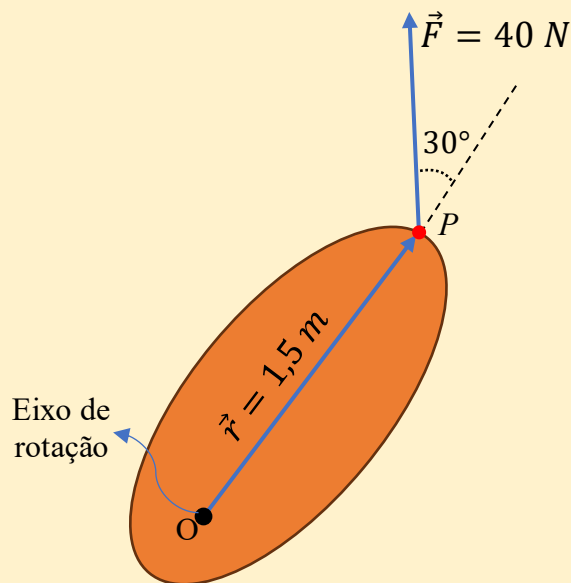

Figura 5.03: Exercício Resolvido 5.02.
5.02 – A **Figura 5.03** a seguir mostra um corpo rígido fixo a um eixo de rotação (ponto O) e submetido a uma força $\vec{F}$ de intensidade 40 N no ponto P. O eixo de rotação é perpendicular ao plano do papel e o raio da trajetória circular a que o corpo está submetido mede $1,5\text{ m}$, formando um ângulo de 30° com a força aplicada. Dessa forma, calcule o torque realizado pela força $\vec{F}$.